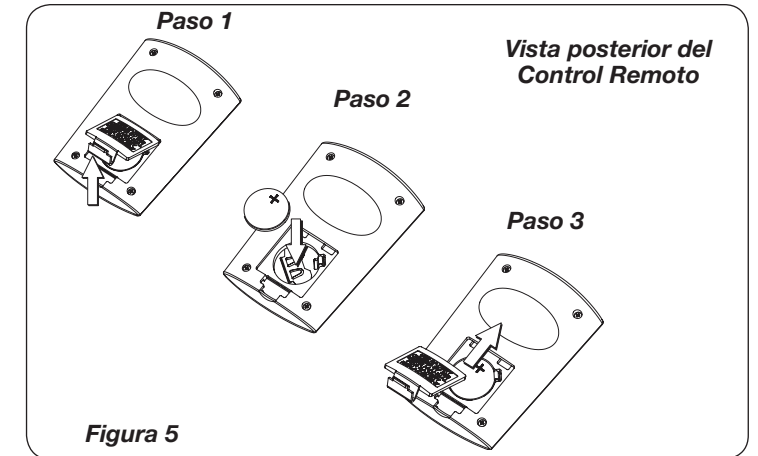

Figura 5
1. Instale la batería que vienen con el equipo, como se indica en la *Figura 5*. El lado (+) debe estar colocado hacia arriba (hacia la cubierta)